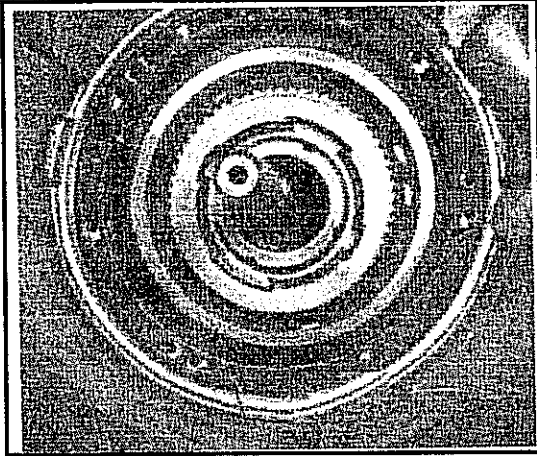

Abb. 10-134 Dichtung am Flansch des Getriebegehäuses zur Pumpe
- Eine neue Dichtung zwischen Pumpe und Getriebegehäuse ansetzen. Siehe Abb. 10-134. Vor Einsetzen der Pumpe, die Bohrung im Getriebegehäuse mit Montagefett oder Automatikgetriebeöl vorschmieren.